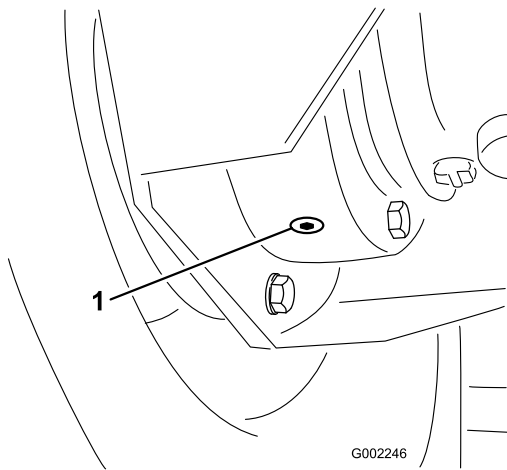

図 62
4. 内側のドレンプラグの下に容器を置き、このプラグを外す(図 62)。